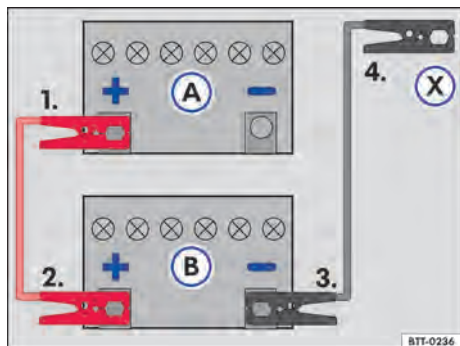

Fig. 151 Esquema para a conexão dos cabos auxiliares de partida: bateria do veículo descarregada (A) e bateria do veículo fornecedora de corrente (B).
Legenda para → Fig. 151:
Conectar o cabo auxiliar de partida somente na sequência 1 - 2 - 3 - 4 → Fig. 151.
- Conectar uma extremidade do cabo auxiliar de partida *vermelho* ao polo positivo (+) do veículo com a bateria do veículo descarregada → Fig. 151 (A) → .
- Conectar a outra extremidade do cabo auxiliar de partida *vermelho* ao polo positivo (+) do veículo fornecedor de corrente (B).
- Conectar uma extremidade do cabo auxiliar de partida *preto* ao polo negativo da bateria do veículo fornecedor de corrente (B).
- Conectar a outra extremidade do cabo auxiliar de partida *preto* (X) no veículo com a bateria descarregada no ponto de auxílio à partida (ponto de aterramento) ou em uma peça de metal parafusada firmemente no bloco do motor – porém não nas proximidades da bateria (A) → .